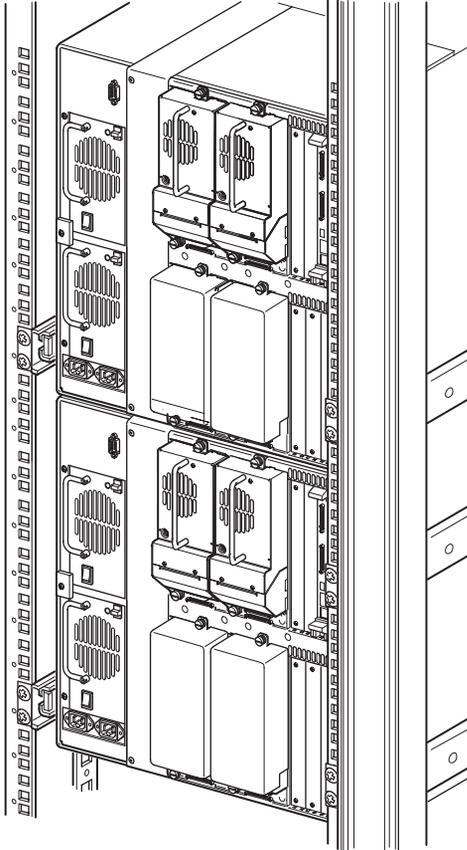

Figure 2–10 : Installation d’une librairie MSL5052/MSL5060 (rack 9000)
1. Installez deux bibliothèques MSL5052/MSL5060, comme indiqué à la Figure 2–10, en suivant les instructions du *Manuel de l'utilisateur des bibliothèques hp StorageWorks série MSL5000*.
IMPORTANT : chaque bibliothèque doit être tirée par l'avant du boîtier pour rack, pour vous permettre d'accéder à la vis supérieure du cache de PTM d'une bibliothèque inférieure. Reportez-vous à la Figure 2–12 pour connaître l'emplacement des vis.
2. Retirez les obturateurs ou les sabots d’unité 1 et 3 des compartiments contigus aux ouvertures laissées par le cache de PTM de chaque librairie (voir la Figure 2–11).